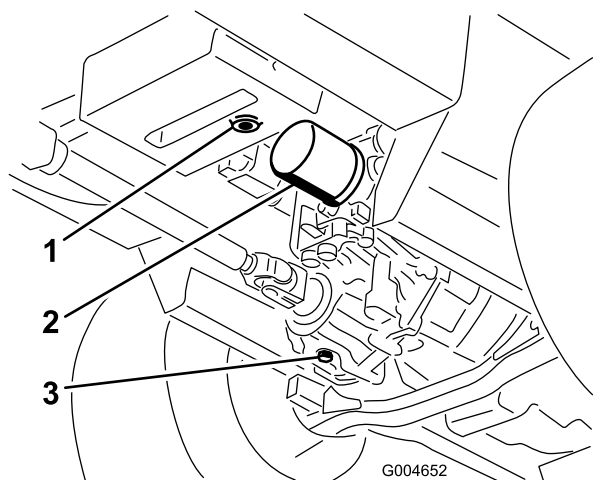

Figura 70
- Mettete una bacinella grande sotto il serbatoio idraulico e la scatola della trasmissione, togliete i tappi e lasciate defluire tutto il fluido idraulico (Figura 70).
- Pulite attorno al filtro dell'olio idraulico e rimuovete il filtro (Figura 70).